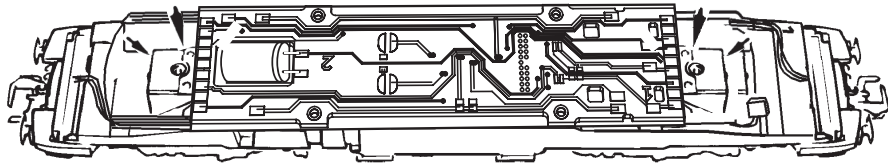

Fig. 6
**3. Haftreifenwechsel:** Zuerst den Getriebedeckel abnehmen (Fig. 6). Danach den **Radsatz** herausnehmen und die **Haftreifen** mit einer Nadel od. mit einem feinen Schraubendreher abziehen (Fig. 6). Beim Aufziehen der neuen Haftreifen darauf achten, dass diese sich nicht verdrehen.
**3. Change of traction tyre:** Remove the gear cover (fig. 6). Take out **wheel set** and remove **traction tyre** using a pin or a fine screwdriver (fig. 6). When pressing on the new traction tyre please **avoid twisting it**.
**3. Échange des bandages d'adhérence:** Démontez d'abord **le couvercle du carter des engrenages** des en-grenages (fig. 6). Délogez ensuite les essieux ban-dagées et enlevez, à l'aide d'une aiguille ou d'un tourne-vis fin, les bandages d'adhérence (fig. 6). Lors du montage des nouveaux bandages veuillez veiller à ce que les bandages **ne soient pas tor-dues**.